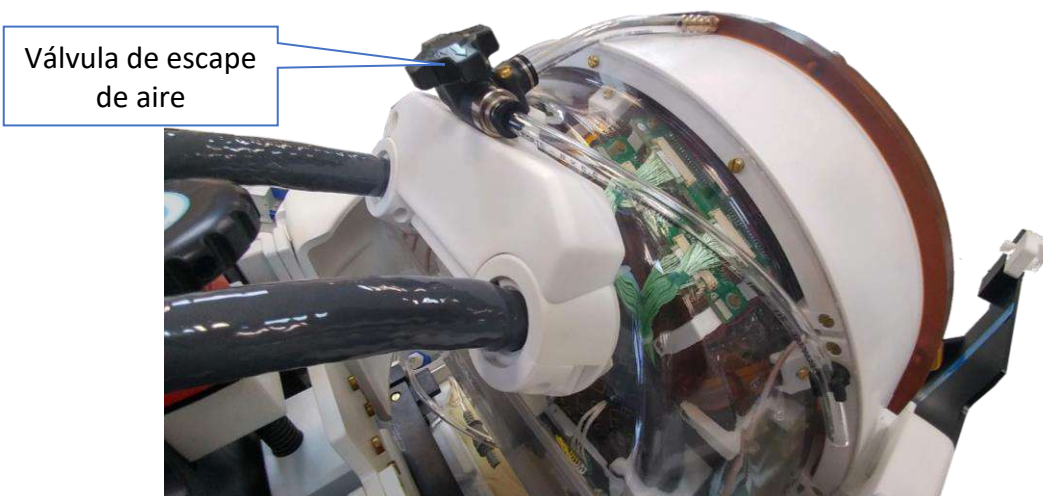

Figura 12-11: Válvula de escape de aire (abierta)
Paso 16: Abra la válvula situada en la parte superior del transductor para permitir el flujo de aire mientras la interfaz del transductor se llena de agua. Consulte la **Figura 12-11**.